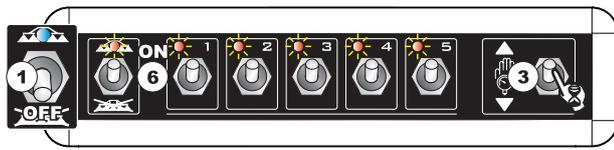

Рис. 132
- 1 Убедитесь в том, что главный тумблер установлен в положении OFF (Рис. 132).
- 3 Отрегулируйте максимальный объем подачи жидкости, удерживая в нажатом положении тумблер регулирующего клапана (Рис. 132, потребуется около 7 с).
6 Запустите опрыскивающую систему: откройте все клапаны секции, а потом главный механизм управления (Рис. 132, тумблеры должны находиться в положении **ON**).